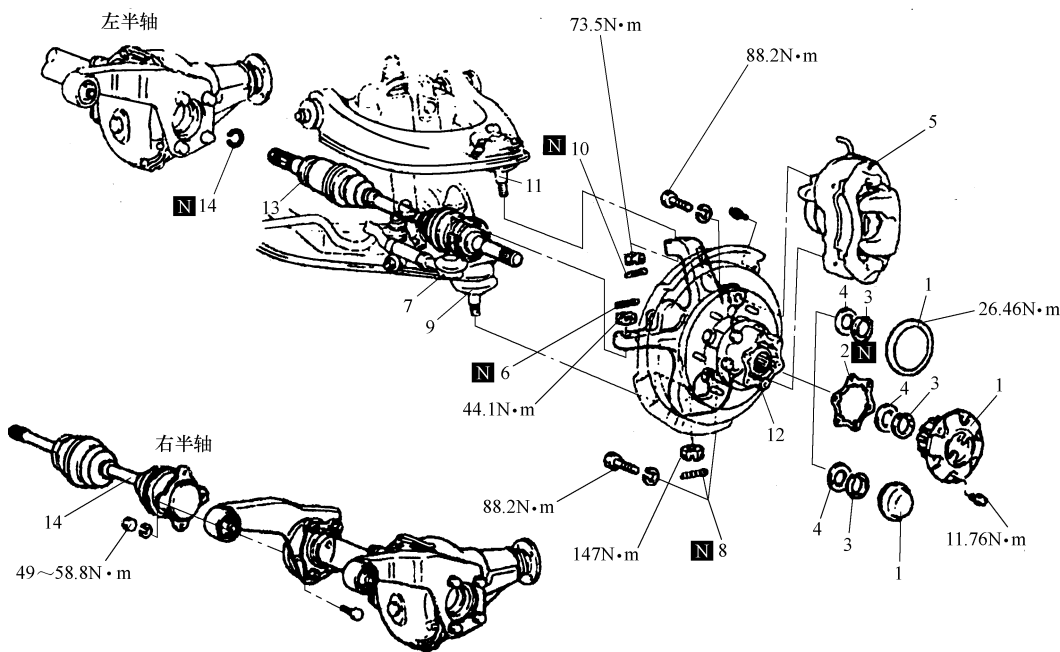

图 4-22 半轴的拆卸顺序
7) 半轴的拆装: 拆除下罩后, 便可拆卸半轴, 如图 4-22 所示, 首先拆除罩盖, 各种罩盖的拆除方法同前所述, 然后把前制动器部件 5 及所连接的制